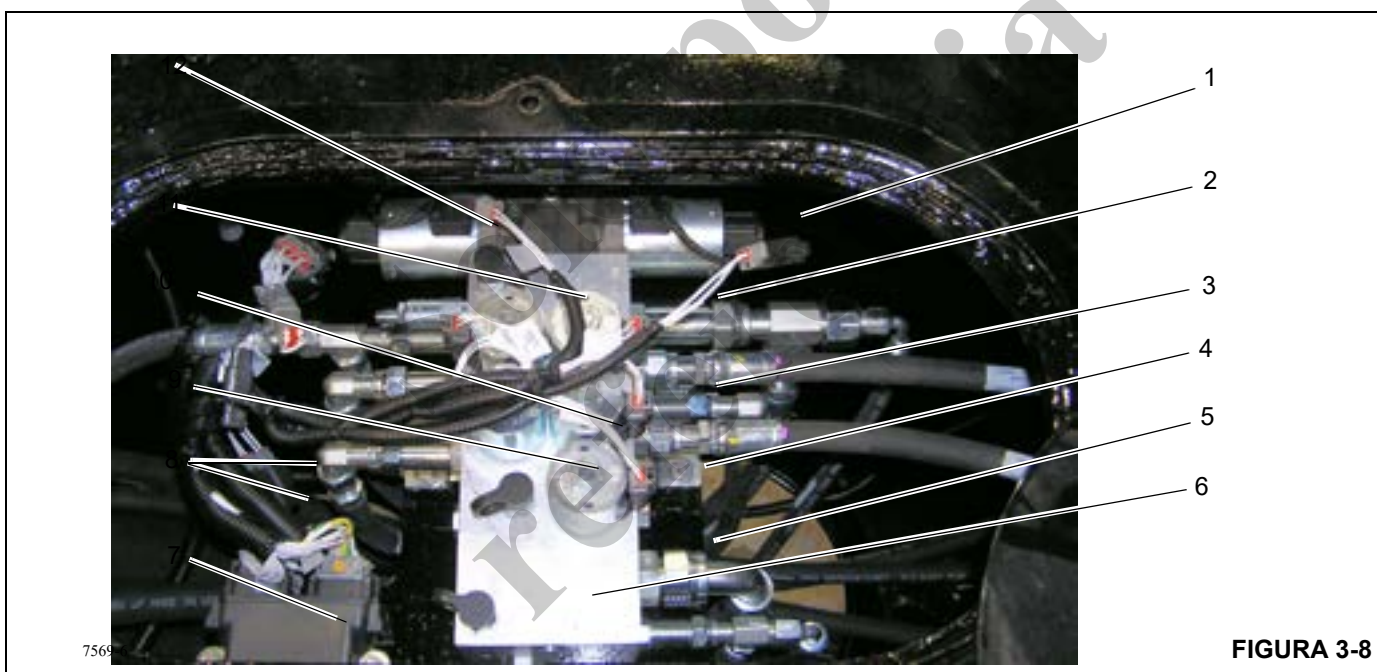

Figura 3-8 Lista de artículos
Hay dos colectores de estabilizadores ubicados en el bastidor de la caja de torsión de la grúa. El colector de estabilizadores delantero está montado en el centro del bastidor entre la cabina y la caja de estabilizadores delanteros (Figura 3-8).
NOTA: Los módulos de estabilizadores delantero y trasero (Figura 3-8 y Figura 3-9) no se pueden reparar; comuníquese con el servicio al cliente de Manitowoc Crane Care si tiene preguntas sobre el servicio técnico y la reparación del módulo.
Los solenoides del colector de estabilizadores delantero (Figura 3-8) controlan la selección de los componentes de estabilizadores delanteros, el estabilizador delantero sencillo (SFO) opcional (si lo tiene) y las funciones de extender y
- El solenoide del estabilizador delantero sencillo (SFO) (4) (si lo tiene) extiende o retrae el SFO cuando se lo activa. Toda vez que se oprima el botón de retracción en la caja de control de estabilizadores, el estabilizador delantero sencillo es el primero en retraerse.
- El solenoide de extensión (12) controla las funciones de extensión de todos los componentes de estabilizador.
- El solenoide de retracción (1) controla las funciones de retracción de todos los componentes de estabilizador.
- Los solenoides (2), (3) y (10), (11) controlan los componentes de estabilizadores delanteros. Vea la Figura 3-8 para la identificación de solenoides.
- Los módulos delanteros inferiores N° 1 y N° 2 están montados en el tubo (7) y conectados al arnés de alambrado principal del bastidor inferior (8), proporcionando datos funcionales del estabilizador al colector de estabilizador delantero.